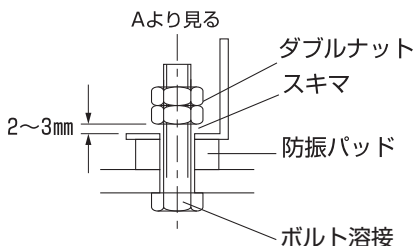

図 1
- c 固定ボルトは、防振パッドの働きを活かすためのスキマをあけて固定してください。(図1をご参照ください)